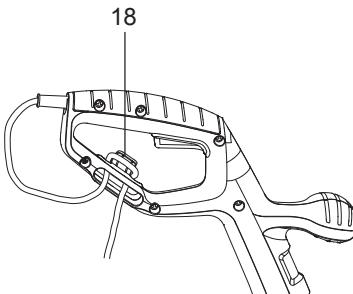

Fig. 5
- > Doble el cable de alimentación a unos 30 cm de su extremo. Pase el bucle así formado a través del orificio presente en la guarda de protección de la empuñadura trasera y engáncelo en el gancho de fijación (18) previstos a tal efecto. Tire ligeramente del cable para asegurarse de que ha quedado firmemente enganchado en la empuñadura (Fig. 5).